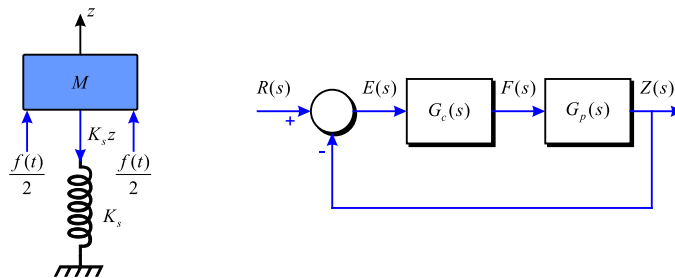

Figura 3-43
**Problema 101** El telescopi pel rastreig d'estrelles i asteroides en un transbordador espacial pot ser modelat com una massa pura  $M$ . Està suspès mitjançant rodaments magnètics per a que no hi hagi fricció i la seva localització és controlada per actuadors magnètics localitzats a la base de la secció de càrrega. El model dinàmic pel control del moviment en l'eix  $z$  es mostra a la Figura 3-43. Ja que hi ha components elèctrics en el telescopi, cal alimentar el telescopi amb energia elèctrica a través d'un cable. El ressort mostrat s'utilitza per modelar el cable, que efectua una força de ressort sobre la massa. La força produïda pels actuadors magnètics es denota per  $f(t)$ . L'equació de força de moviment en la direcció  $z$  és:
que es mostra a la Figura 3-43, de tal manera que es satisfacin les especificacions següents: